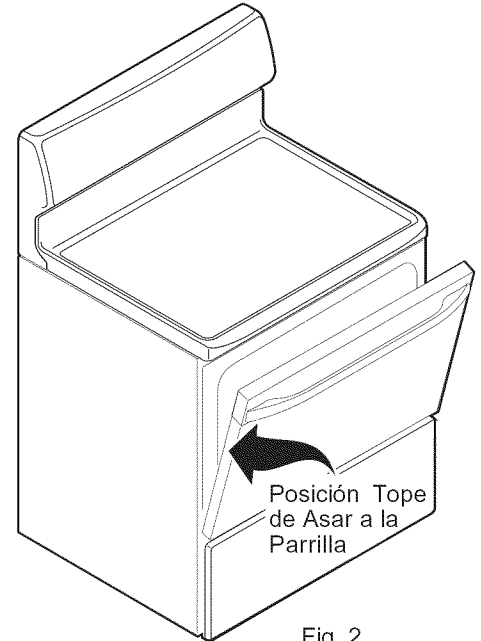

Fig. 2
6. Coloque la asadera sobre la parrilla del horno. **Para asar, abra la puerta del horno hasta la posición tope de asar a la parrilla** (ver Fig. 2).